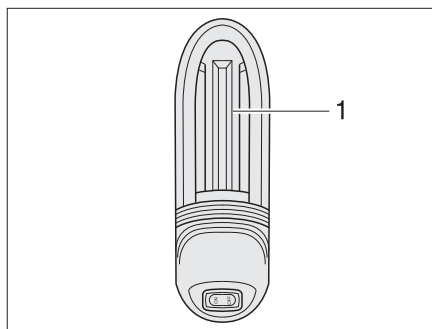

Fig. 399 Lampada del garage
- Spingere leggermente verso l'alto la copertura della lampada (Fig. 399,1) ed estrarla.